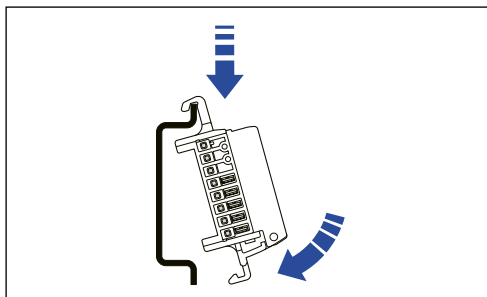

Abb. 4: Aufsetzen und Einrasten des Tragschienen-Busverbinders auf der Normschiene
- b. Stecken Sie den Tragschienen-Busverbinder eines Anschlussmoduls auf die 35 mm-Normschiene auf und rasten diesen auf der Schiene ein (Abb. 4).